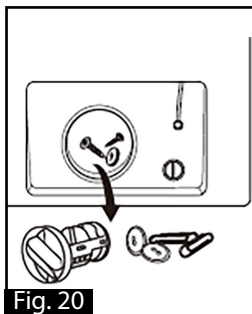

Fig. 20
6. Retirer tous les corps étrangers et autres matériaux susceptibles d'obstruer le filtre (Fig. 20).